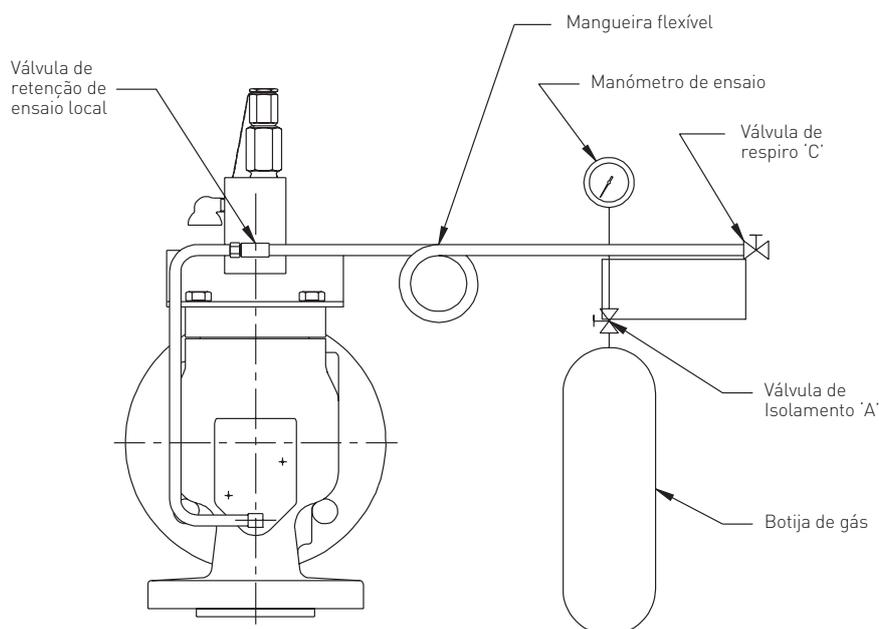

FIGURA 5
3.1.2 Para os pilotos equipados com um conjunto de ensaio local (Figura 5), remover o conjunto do corpo do piloto (Figura 5). Desapertar o casquilho do conjunto e remover a mola e o êmbolo compensador.